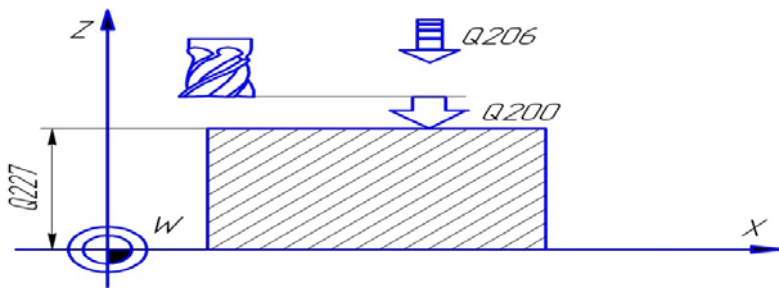

Рис. 5.5. Программируемые параметры в вертикальной плоскости
► **Подача подвода на глубину Q206** (рис. 5.5) – скорость перемещения инструмента при перемещении с безопасного расстояния на глубину фрезерования в миллиметрах в минуту.